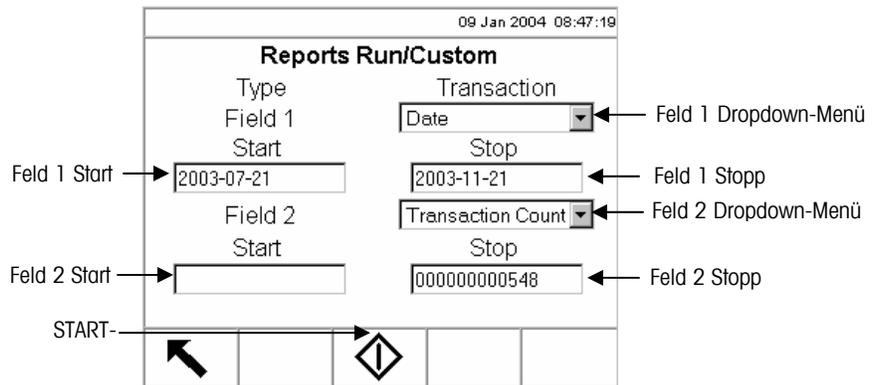

Abbildung 2-20: Beispiel eines Bildschirms mit einem benutzerdefinierten Berichts-Setup
1. Drücken Sie die Schnellfunktionstaste BENUTZERDEFINIERTER BERICHT, um die in den Berichtfeldern enthaltenen Datensätze zu begrenzen und einen benutzerdefinierten Bericht zu erstellen. Ein Beispiel für einen Bildschirm mit einem benutzerdefinierten Berichts-Setup finden Sie in Abbildung 2-20.
3. Geben Sie den Bereich der im Bericht enthaltenen Feldwerte ein, indem Sie die Start- und Stoppwerte für die ausgewählten Felder eingeben. Das Beispiel in Abbildung 2-20 zeigt für Feld 1 das Datum, wobei der Startwert 2003-07-21 und der Stoppwert 2003-11-21 ist. Daher werden nur Datensätze mit einem Datum zwischen dem 21. Juli 2003 und dem 21. November 2003 in den Bericht mit aufgenommen.